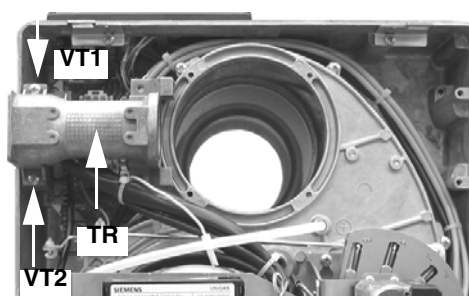

Рис. 21
- 6 Снять патрубок **TR**, установить его в новом положении, **VT1** **VT2** закрепить винты **VT1** и **VT2** (Рис. 21).